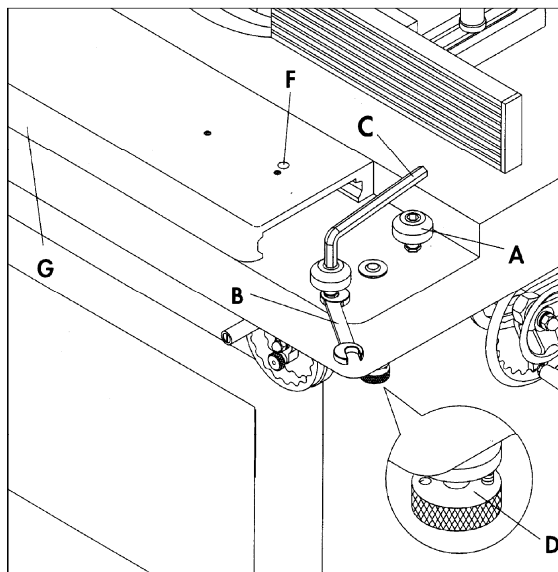

Рисунок 24
На каретке имеется шесть эксцентриковых роликов (А, рис. 24). Если каретка движется не стабильно или не по прямой, отрегулируйте ее следующим образом:
1. Ослабьте ролик (А, рис. 24) при помощи торцевого шестигранного ключа (С, рис. 24).
2. При помощи рожкового ключа (В, рис. 24) поверните ролик, как требуется.
3. При помощи торцевого ключа (С, рис. 24) закрепите настройку ролика.
Чтобы работать с кареткой (F, рис. 24) потяните вниз ручку с насечками (D, рис. 24) и поверните ее на 180 градусов, пока в отверстие на противоположной стороне не войдет штифт. Теперь каретку можно перемещать вперед-назад.
Чтобы закрепить каретку в центральном положении, переместите ее заподлицо с основным столом. Потяните вниз ручку с насечками (D, рис. 24) и поверните ее на 180 градусов, пока она не войдет в зацепление со штифтом.